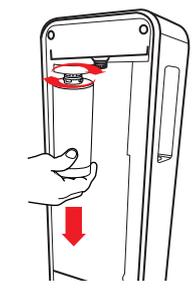

Fig. 4-29
36.3 – Rimuovere il filtro dalla testata, ruotandolo da destra verso sinistra, fino a raggiungere il punto di sblocco. Tirare il filtro verso il basso per estrarlo, nel caso non si dovesse sfilare ripetere l'operazione descritta precedentemente, vedi Fig. 4-29.